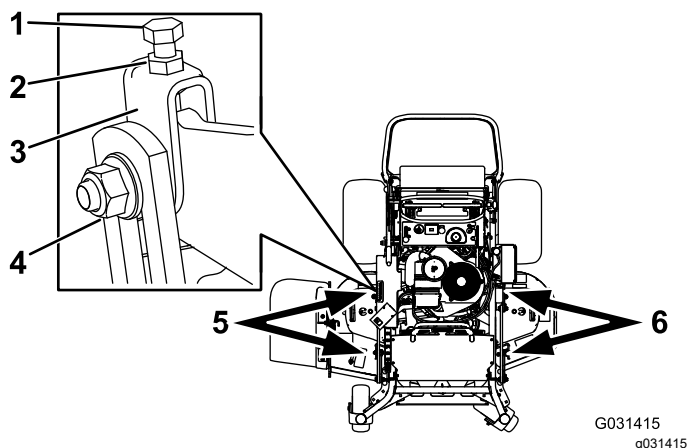

図 82
1. 調整したいデッキのヨークのサイドナットとジャムナットをゆるめる 図 82。
2. ヨーク上部にあるボルトを回して刈り込みデッキの高さを調整する 図 82。